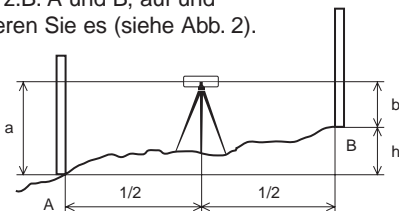

Abb. 2
- ① Stellen Sie das Instrument in etwa der Mitte zwischen zwei Punkten, z.B. A und B, auf und horizontieren Sie es (siehe Abb. 2).